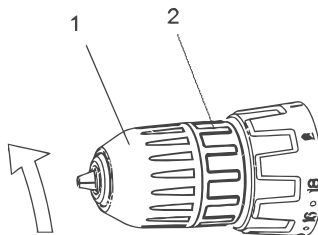

Fig. 6 – Abertura do mandril
3. Para abrir o mandril da parafusadeira/furadeira segure a parte 2, e gire no sentido anti-horário a parte 1, conforme mostra a Fig. 6.